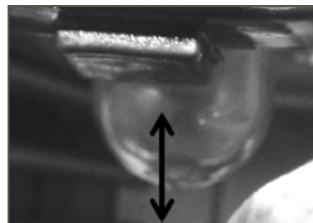

Рис. 10 Ручной топливный насос
3. Прокачайте топливо через карбюратор. Для этого нажмите (примерно 5-10 раз) на ручной топливный насос до появления в насосе топлива и возникновения сопротивления при нажатии (Рис.10).